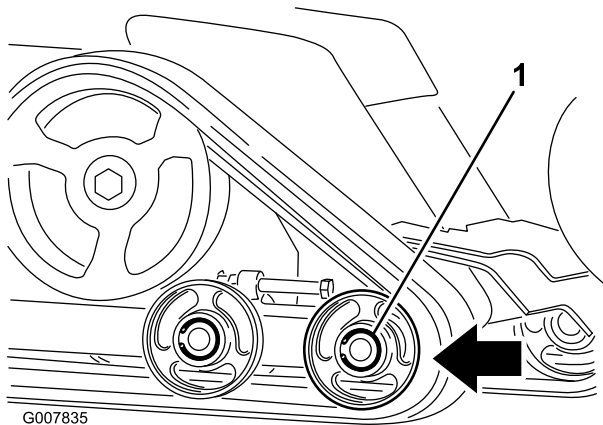

Figura 50
6. Empuje la rueda de rodaje delantera todo lo posible hacia atrás (Figura 50).
8. Una vez retirada la oruga de la rueda de rodaje, retírela de la máquina (Figura 50).
9. Empezando en la rueda motriz, pase la oruga nueva alrededor de dicha rueda, asegurándose de que los dientes de la oruga encajen entre los espaciadores de la rueda (Figura 50).
10. Introduzca la oruga por debajo y entre las ruedas de rodaje trasera y central (Figura 50).